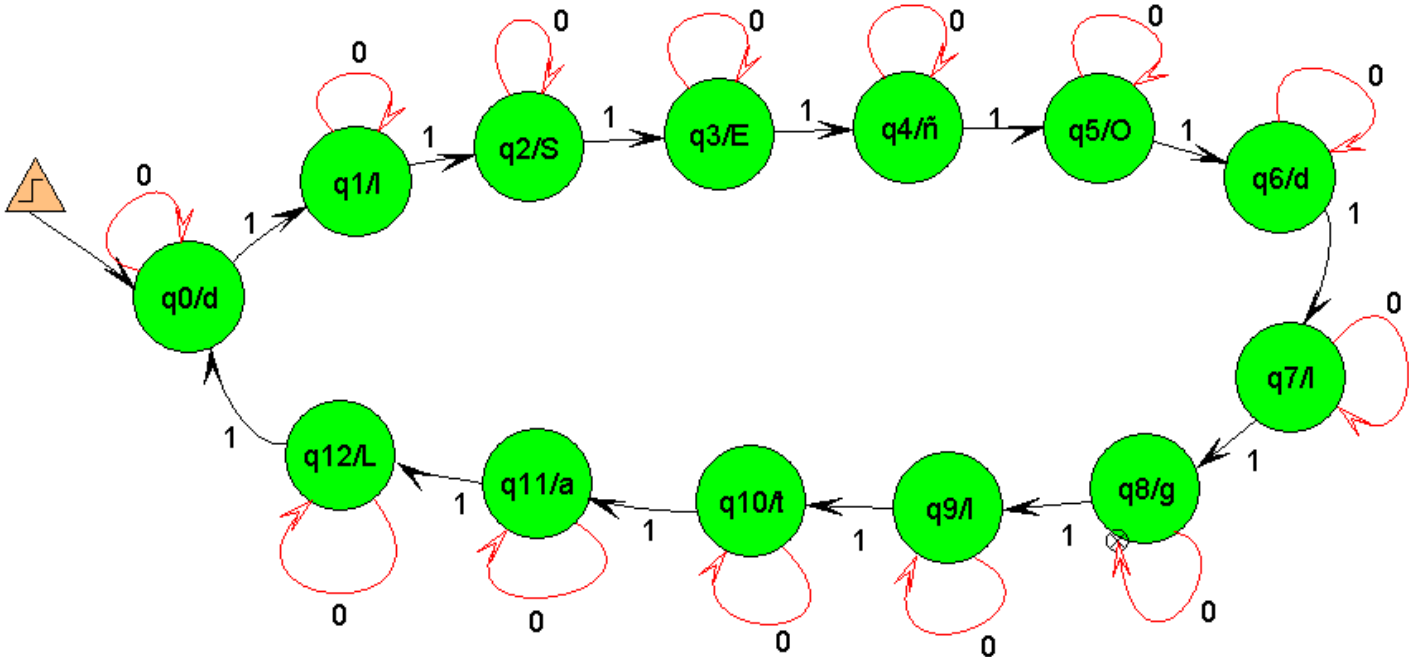

Ilustración 3 Autómata del contador.
1C. Aplicar la metodología para diseño de circuitos secuenciales y obtener las ecuaciones usando FF-D y FF-JK que permitan implementar el diseño de un contador que **debe mostrar el nombre de un integrante del equipo**. Este nombre debe tener más de 8 letras y menos de 16 letras. Por ejemplo, si se quiere mostrar el mensaje “dISEÑO dIglItAL” en un display de siete segmentos, se diseña el autómata mostrado en la ilustración 3.
Para diseñar el autómata de la ilustración 3 se pueden considerar los códigos mostrados en la tabla 4.
3.- Una vez simulados los diseños construir el circuito mostrado en la ilustración 3 para probarlo en el laboratorio. **En caso de usar la TEDDI este paso no es necesario.**